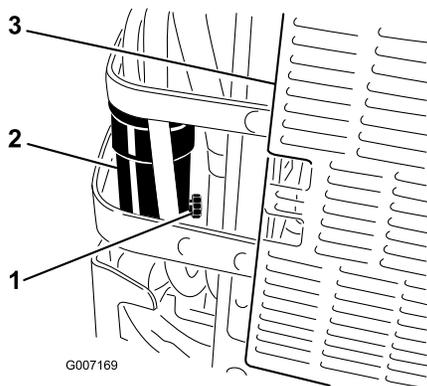

Figura 48
6. Abra la válvula de drenaje del separador de agua aproximadamente una vuelta para que se vacíen el agua y otros contaminantes (Figura 48).
7. Cierre la válvula de drenaje cuando salga solamente diesel combustible (Figura 48).